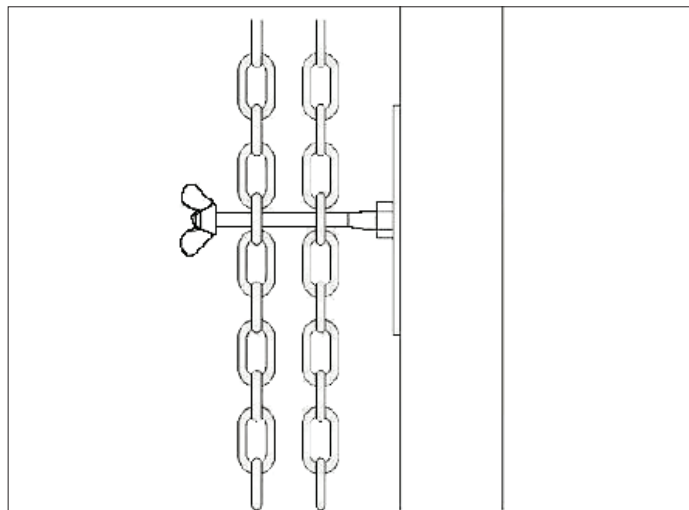

Рис. 4
- Во избежание затруднений при работе с ручной цепью, рекомендуем зафиксировать нижнюю часть цепи так, как показано на рис. 4.